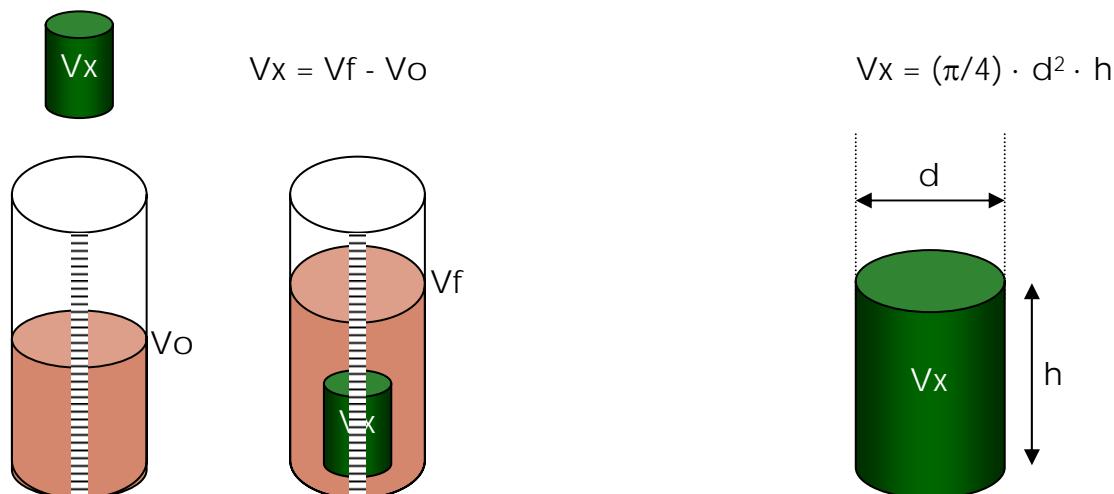

Fig. 2. Métodos Directo y Método Indirecto
- a) Medición de volumen y densidad en base al principio de Arquímedes (Fig. 2),
- a) Medición de volumen, en base a principios geométricos de Euclides (Fig. 2),